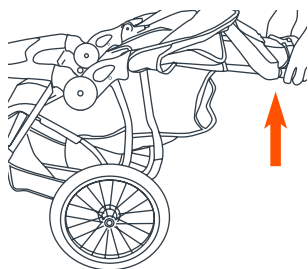

Fig. 21b
• Tirer vers haut sur la poignée de la poussette avec les deux mains jusqu'à ce que le cadre est redressé et verrouillé en position ouvert (Fig. 21b). La Poussette a des verrous à ressort des deux côtés de l'armature.